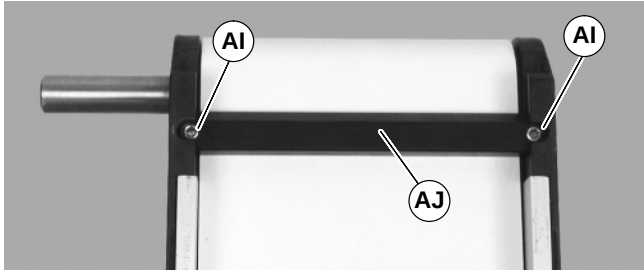

Abbildung 17
1. Untere Abstreifer, falls damit ausgestattet, entfernen (AJ siehe Abbildung 17): Befestigungsschrauben entfernen (AI), dann Abstreifer abnehmen (AJ).
3. Untere Abstreifer, falls damit ausgestattet, entfernen (AJ siehe Abbildung 17): Befestigungsschrauben entfernen (AI), dann Abstreifer abnehmen (AJ).